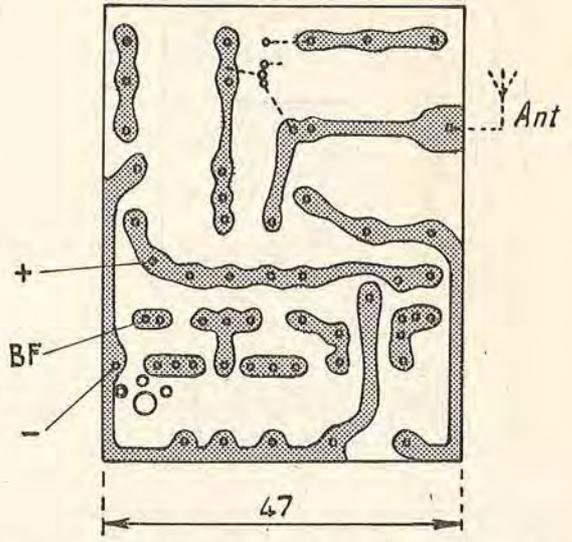

FIG. 18. — Circuit imprimé du récepteur (échelle 1/1)
a) **Le circuit imprimé.** — Fabriqué selon la technique exposée précédemment. Suivre la figure 18 grandeur nature tous les trous percés à 1 mm.